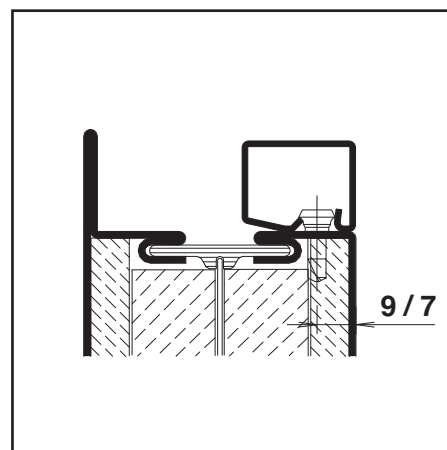

Abb. 8 / Fig. 8 / Fig. 8
**Montage der Glasleisten (Abb. 8)**
**Montage des parcloles (Fig. 8)**
**Fitting glazing beads (fig. 8)**